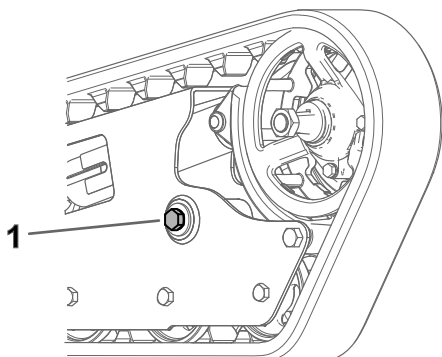

**Figure 5**
5. Retirez l'écrou de la goupille de chenille avant, comme montré à la Figure 5.